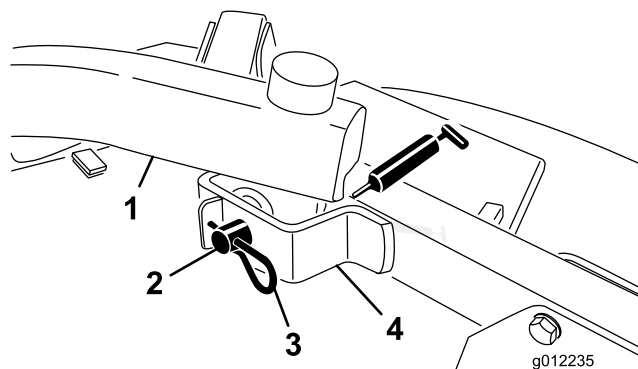

図 21
- ・ 昇降アームのピボット (前) (2ヶ所; 図 21)